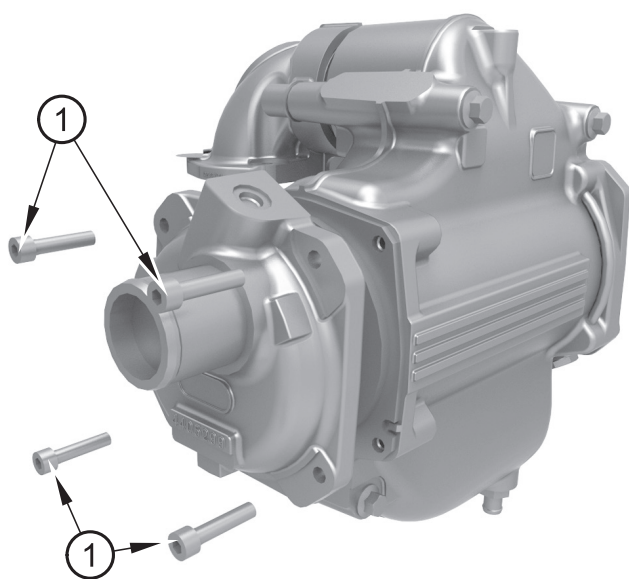

Figure 24
6. Déposez le bouchon d'extrémité en desserrant les vis (figure 24, repère 1).